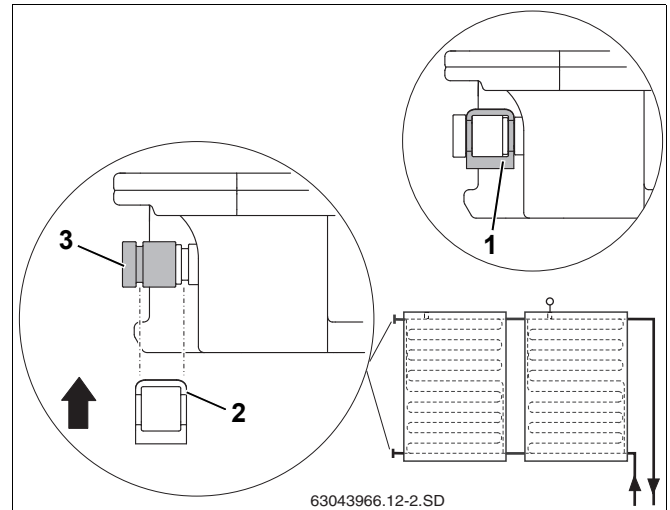

Рис. 42 Фиксация торцевой крышки зажимом
- ▶ Наденьте торцевую крышку с кольцом (рис. 42, поз. 3) на штуцер коллектора.
- ▶ Установите зажим (рис. 42, поз. 2) для фиксации торцевой крышки на штуцере коллектора.
- ▶ Каждую торцевую крышку закрепите зажимом (рис. 42, поз. 1).